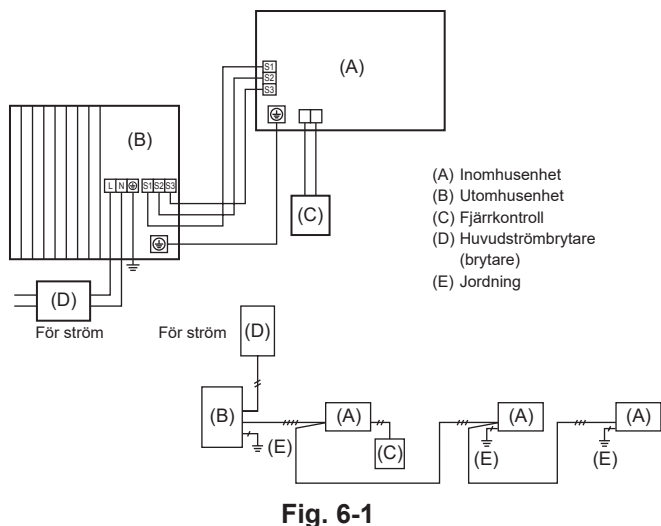
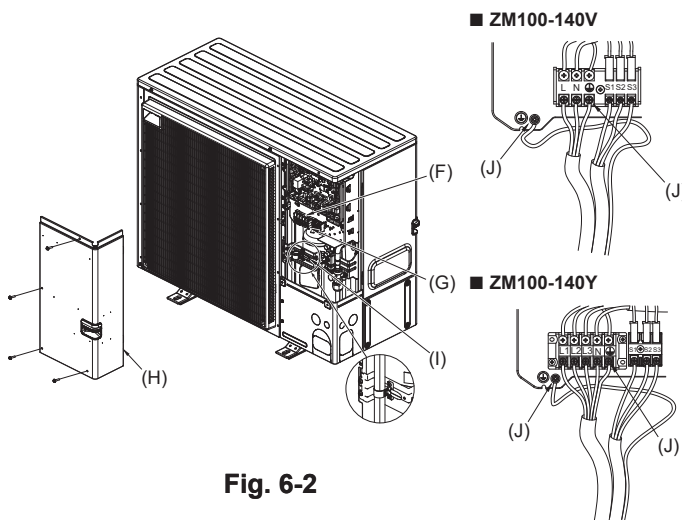

Fig. 6-1
Fig. 6-2
### 6.1. Utomhusenhet (Fig. 6-1, Fig. 6-2)
(1) Ta bort servicepanelen.
(2) Hänvisa till Fig. 6-1 och Fig. 6-2 när kablarna dras.